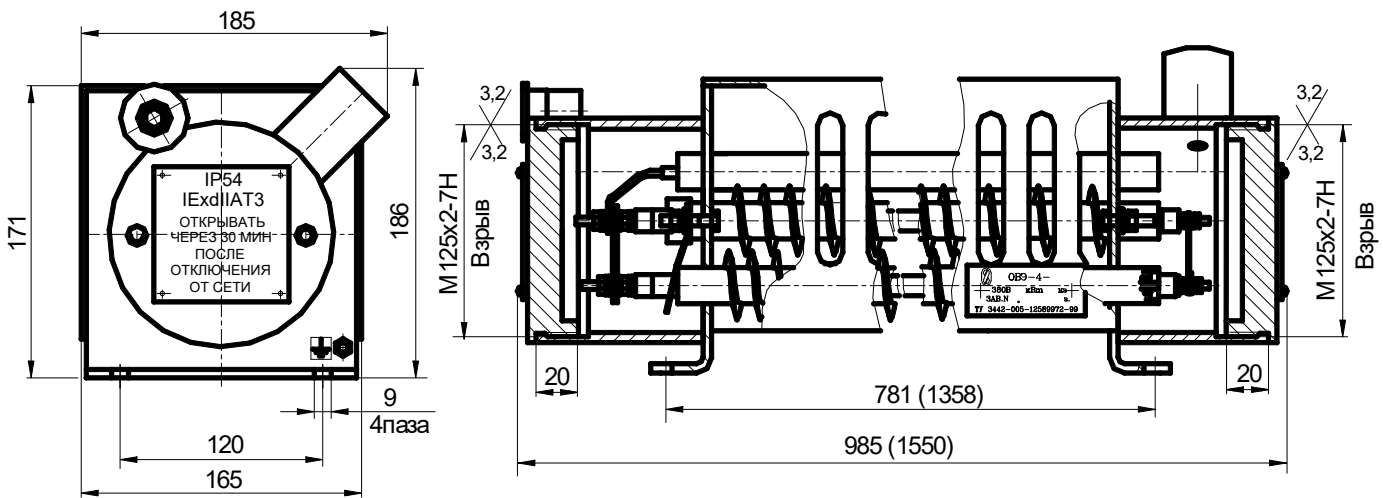

Рис. 1
4.1. Обогреватель (рис.1) представляет собой стационарный сухой электрорадиатор напольного типа. Обогреватель имеет три трубчатых электронагревателя (ТЭН), которые заключены в оребренную взрывонепроницаемую оболочку. Нагревательные элементы зафиксированы от продольного перемещения с помощью резиновой втулки.
На чертеже средств взрывозащиты (рис.1) показаны сопряжения деталей, обеспечивающие щелевую взрывозащиту. Эти сопряжения обозначены словом «ВЗРЫВ» с указанием